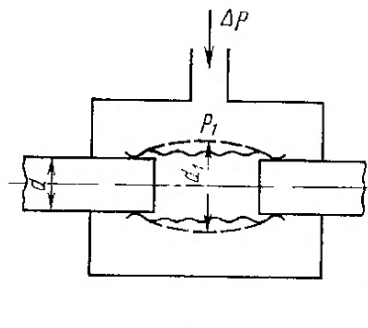

Рис. 6.6
6.17. В закрытый резервуар (рис. 6.6) подведены металлические трубки диаметром d , соединенные эластичной резиновой вставкой. При начальном давлении p диаметр вставки равен $d = 0,025 \text{ м}$. По трубке движется вода с расходом $Q = 0,01 \text{ м}^3/\text{с}$. Определить диаметр резиновой вставки d_1 при увеличении давления в резервуаре на $\Delta p = 0,05 \text{ МПа}$.